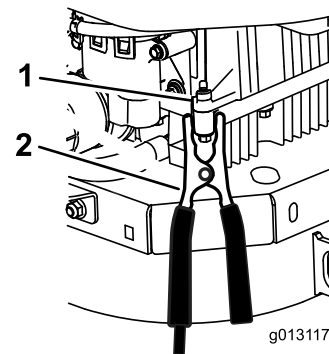

Рисунок 48
6. Подсоедините другой конец черного кабеля к **блоку цилиндров** (не к отрицательному штырю аккумуляторной батареи) машины с разряженной аккумуляторной батареей на достаточном расстоянии от аккумуляторной батареи и отойдите назад (Рисунок 48).